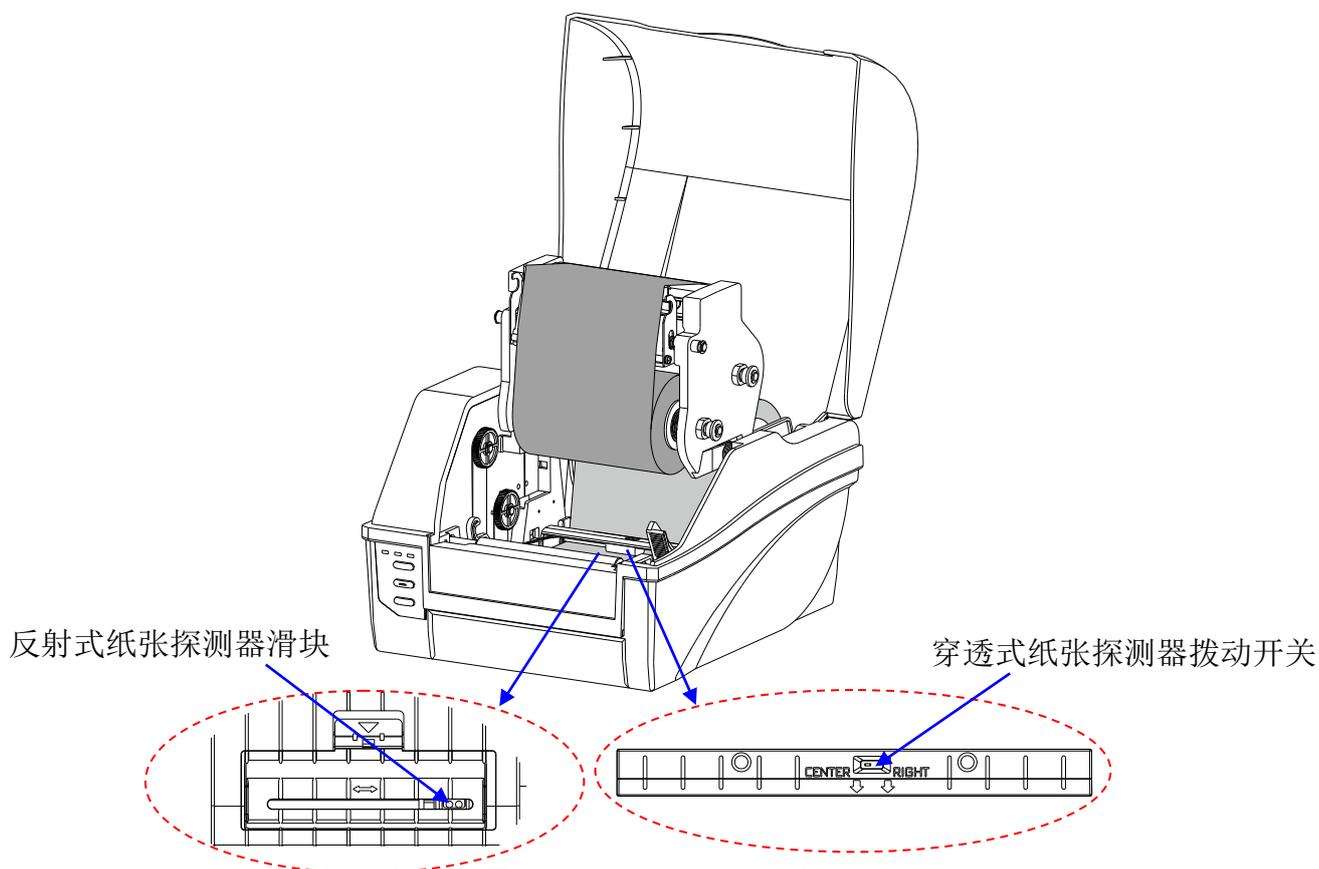

图 2-27 调节纸张探测器
- (1) 对于反射式纸张探测器，打开纸张探测器盖后，您可以通过移动纸张探测器滑块，调节纸张探测器到合适位置；
- (2) 对于穿透式纸张探测器，您可以通过拨动纸张探测器上的开关，选择居中或者偏右探测，偏右位置与居中位置之间的距离为 8mm。如图 2-27 所示。（关于如何切换纸张探测方式，请参考 2.2.4 后面板 DIP 开关）